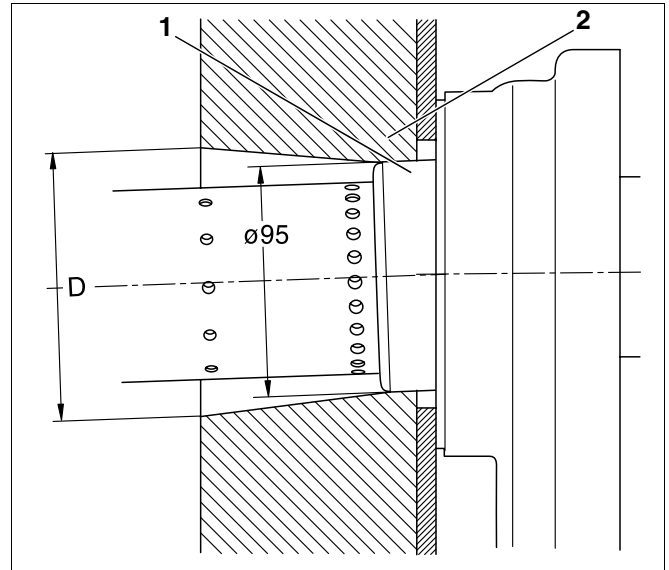

Fig. 21 Coupe sur la porte brûleur (dimension en mm)
Veillez à ce que la tuyère du brûleur soit bien centrée dans l'ouverture de l'isolation de la porte et que les ouvertures de récirculation de la tuyère ne soient pas obturées. Dans la zone de la porte du brûleur, l'isolation doit adhérer (fig. 21, **pos. 2**) au tuyau de supportage (fig. 21, **pos. 1**).